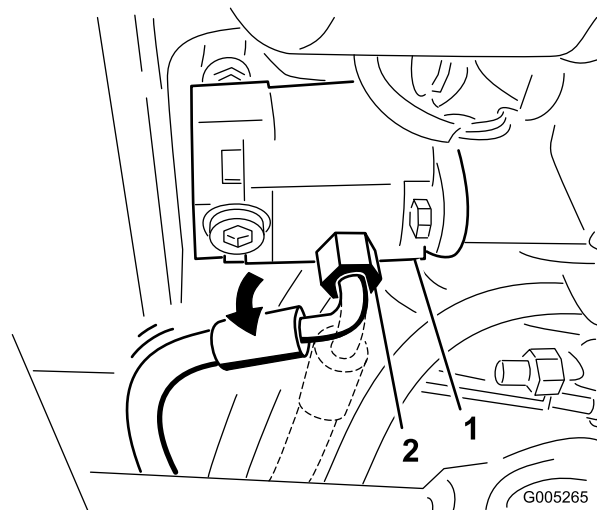

図 84
37. ポンプについている圧力側ホース用のフィッティングをゆるめて45度回転させ、機体の後方に向ける 図 84。
注 図 84 は、トラクションユニットを下から見た図です。